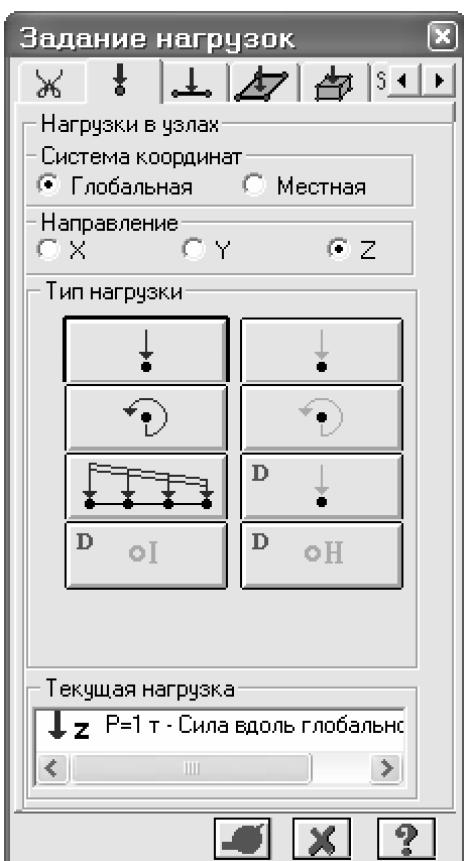

Рис.2.11. Диалоговое окно
- Из меню **Нагрузки** ⇒ **Нагрузка на узлы и элементы** (кнопка  на панели инструментов) вызовите диалоговое окно **Задание нагрузок** (рис.2.11).
- В диалоговом окне **Задание нагрузок** (рис.2.11) активизируйте закладку **Нагрузки на пластины** (по умолчанию указана система координат **Глобальная**, направление – вдоль оси Z).